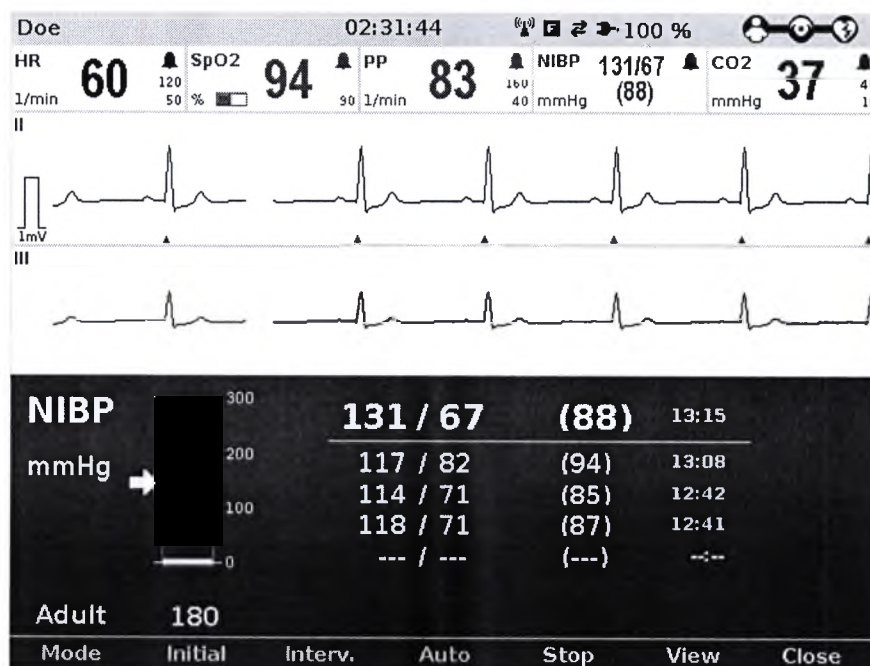

Рис. 6-27 Пользовательская область NIBD на трендовом экранном виде
- Трендовый экранный вид (Рис. 6-27)